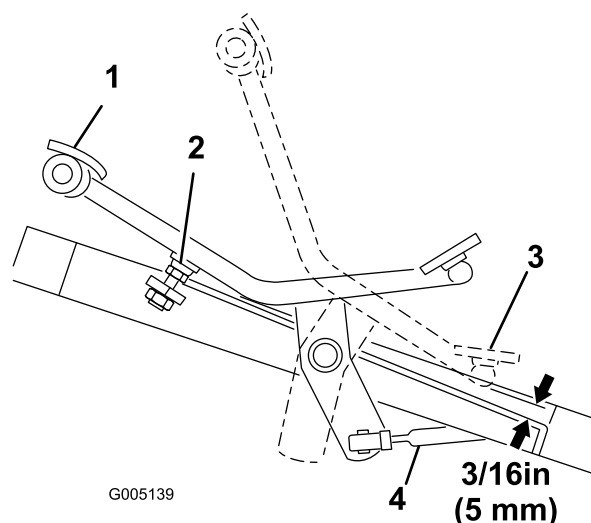

Figura 40
1. Premete completamente in avanti il pedale di comando della trazione fino a estrarre completamente la bobina della valvola della sezione N. 5. Il pedale dovrebbe contattare il fermo del pedale (Figura 40).
2. Controllate la distanza tra la base del pedale e il poggiapiedi come illustrato nella Figura 40. La distanza dovrebbe essere circa 5 mm; qualora risultasse maggiore o minore di 5 mm, è necessario regolare l'asta di comando della trazione. Procedete come indicato di seguito:
- Rimuovete il controdado e il giunto a sfera che fissa l'asta di comando (Figura 40) al perno dell'albero della trazione.